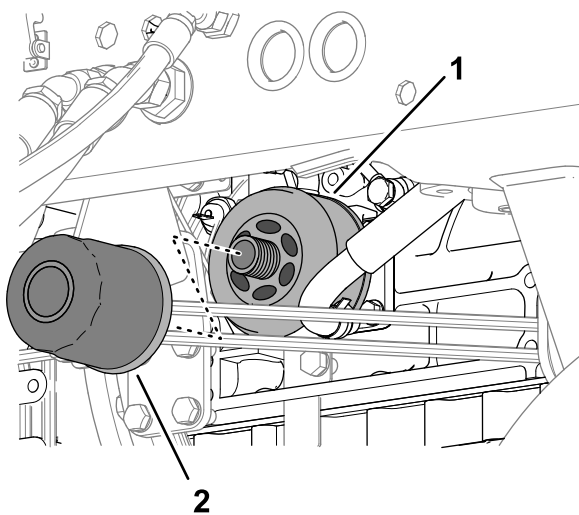

Рисунок 115
1. Поверните масляный фильтр против часовой стрелки, чтобы снять его (Рисунок 115).